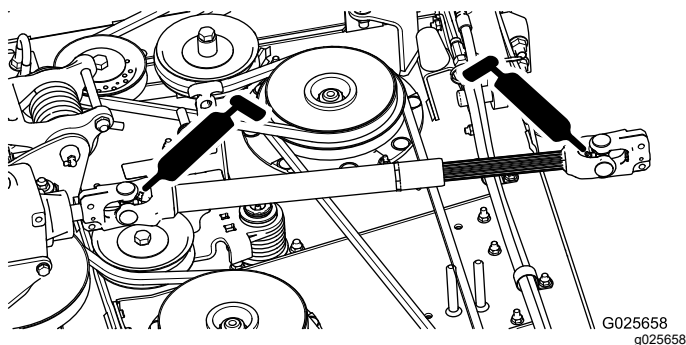

Figura 18
- Árbol de transmisión de la TDF (2) (Figura 18)